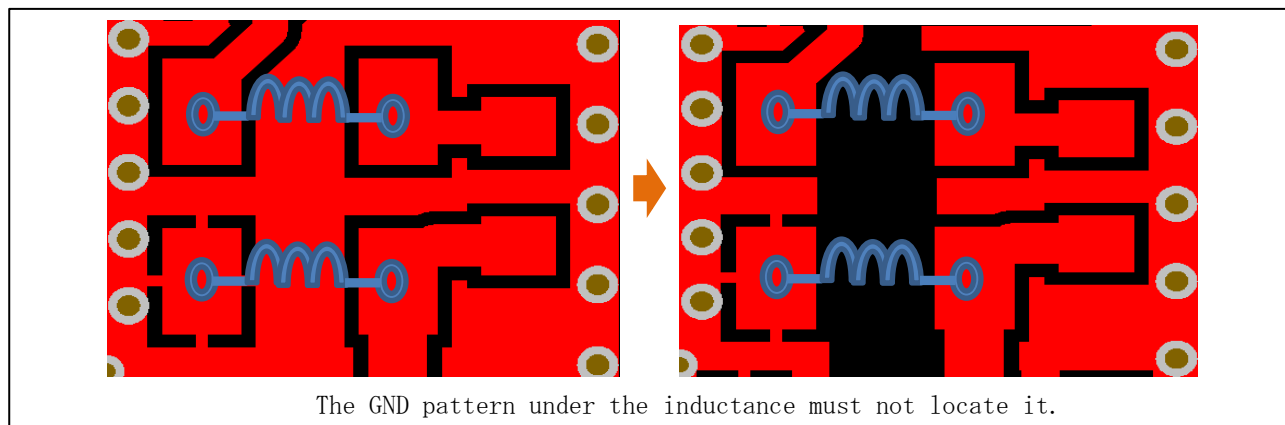

Figure 2-14 インダクタ下の GND パターンの注意事項
- ・ Figure 2-14 に示す様に、インダクタンスの下に GND パターンは、配置しない様にしてください。GND パターンにノイズの影響が及ぼす可能性があります。(例：RX-BPF、及び電源回路、電源ライン用フィルタに使用するインダクタなど)